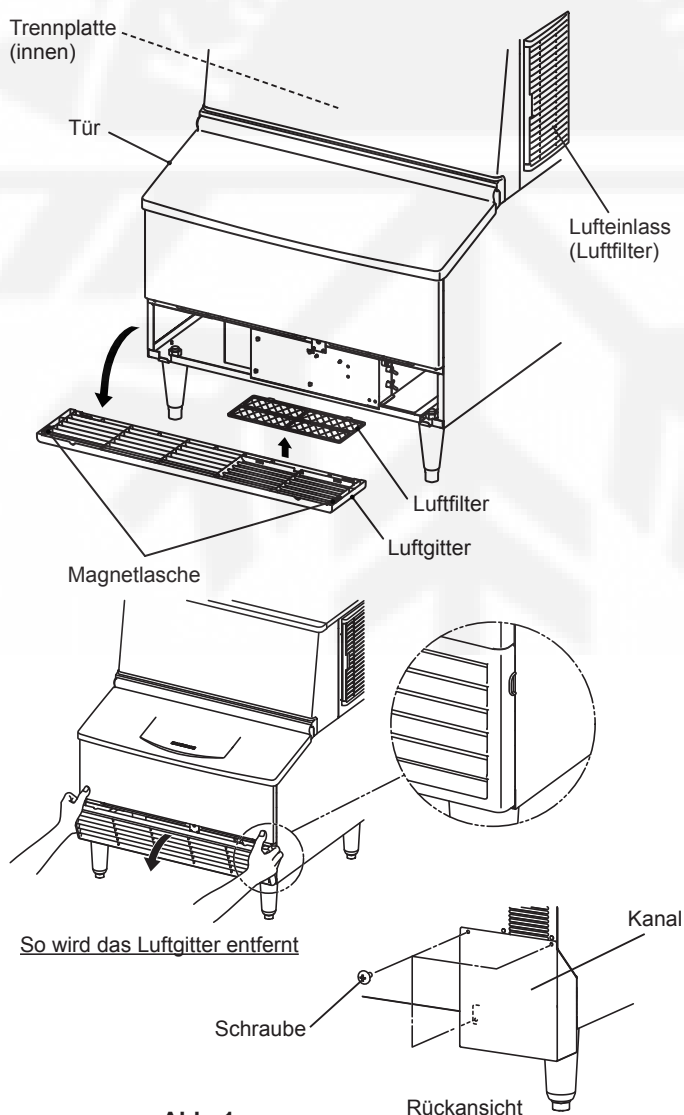

Abb. 1
- 5) Den Kanal mit den drei mitgelieferten Schrauben an der Rückwand befestigen. Siehe Abb. 1.